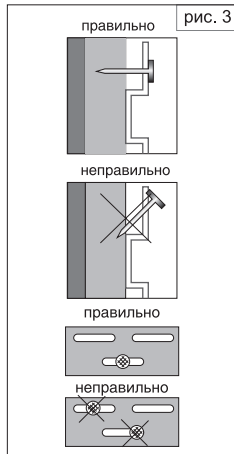

рис. 3
2. Все крепежные элементы устанавливаются строго перпендикулярно относительно панели в центр перфорационного отверстия. Наклоны и загибы крепежей не допускаются. Фасадная панель крепится через отверстия, расположенные во втором ряду сверху. (рис. 3)
4. Фасадные панели и вспомогательные профили к ним меняют линейные размеры при изменении температуры. В связи с этим необходимо оставлять расстояние между вертикальными вспомогательными профилями и торцами панелей (при монтаже в летнее время – зазор 2–3 мм, в минусовую температуру – 4–5 мм). Саморез или гвоздь закрепляется в центре перфорационного отверстия так, чтобы шляпка крепежного элемента едва касалась панели, допуская ее перемещение при колебании температур (рис. 3).